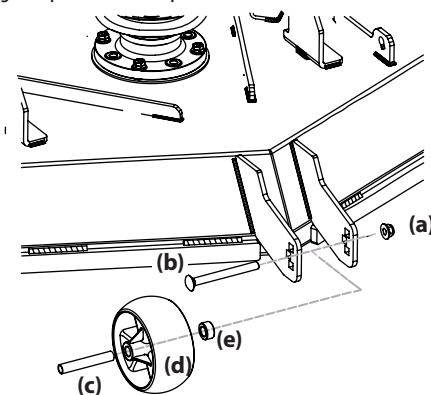

Figure 15
6. Retirez l'écrou autobloquant (a) qui sert à retenir la roue antidégauchement avant (b) au plateau de coupe. Enlevez la vis à épaulement (b), l'entretoise (c) et la bague (e) pour retirer la roue (d). Voir Figure 15.